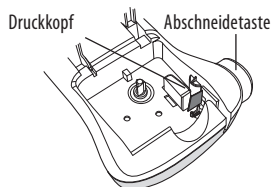

Abbildung 6
2. Drücken Sie den Schneidhebel nach unten und halten ihn gedrückt, um das Schneidmesser freizulegen. Siehe Abbildung 6.
3. Säubern Sie den Druckkopf vorsichtig mit der weichen Seite des Stiftes. Siehe Abbildung 6.